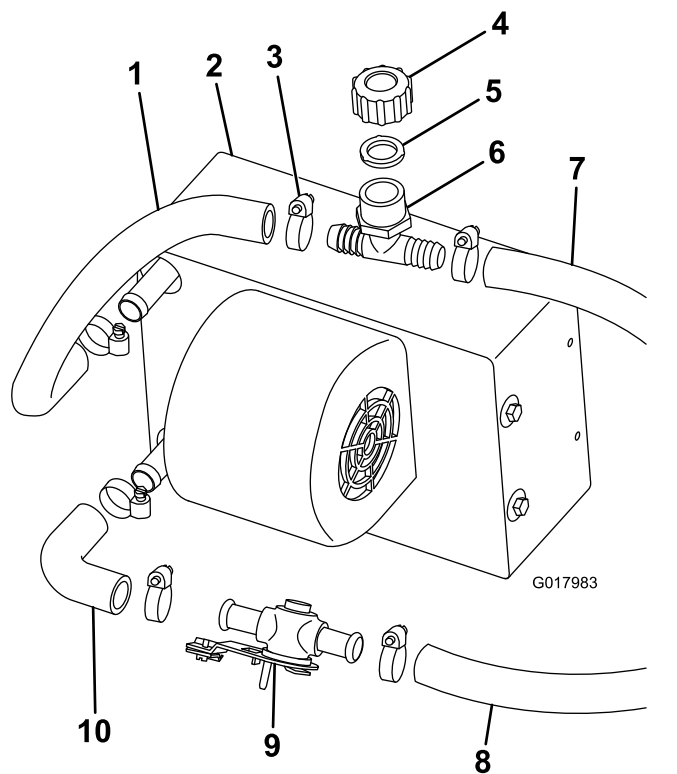

Figura 2
1. Conecte provisionalmente el codo al acoplamiento inferior del calentador con una abrazadera (**Figura 2**).
2. Conecte la válvula del calentador al codo con una abrazadera (**Figura 2**).
3. Corte un trozo de manguera ($\frac{5}{8}$ " de 31 cm de largo y sujételo al acoplamiento superior del calentador con una abrazadera (**Figura 2**).
4. Conecte el acoplamiento en T de llenado blanco, la junta y el tapón a la manguera superior del calentador con una abrazadera (**Figura 2**).